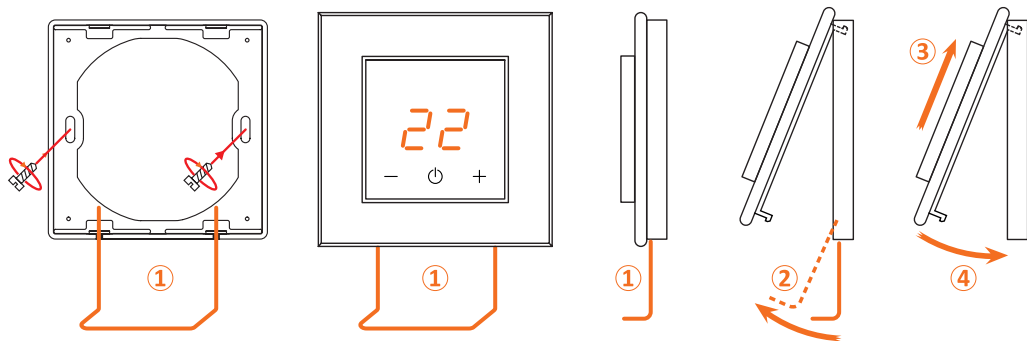

Рис.3 Снятие и монтаж терморегулятора серий TAKTO, TAKTO pro, ORTO, ORTO pro.
ВНИМАНИЕ. Монтировать рамки нужно так, чтобы прорези (1) и (5) на рамке (рис. 3 и 4) были направлены вниз.
Снятие терморегулятора серий ТАКТО, ТАКТО pro, ORTO, ORTO pro (рисунок 3)
Установка терморегулятора серий ТАКТО, ТАКТО pro, ORTO, ORTO pro (рисунок 3)